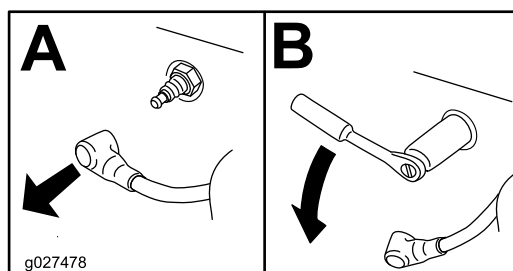

Figura 72
3. Retire la bujía, según se muestra en Figura 72.